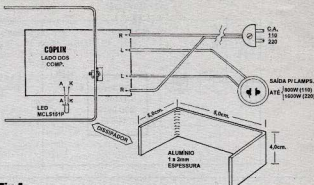

Fig.4
- FIG. 4 - CONEXÕES EXTERNAS À PLACA - CONSTRUÇÃO/INSTALAÇÃO DO DISSIPADOR DO TRIAC... - Na figura, o impresso ainda é visto pela sua face não cobrindo... Dos componentes principais do circuito, apenas o LED *pisca-pisca* não tinha sido detalhado no diagrama anterior... Ele deve ter seus terminais ligados aos pontos A-K da placa, correspondendo respectivamente ao anodo e catodo do componente... Notar que como esse LED poderá também ser usado como piloto/monitor externo à própria caixa do COPLIN, eventualmente seus terminais poderão ser ligados aos indicados pontos da placa através de pedacinhos de fio flexível isolado... Dos pontos R-R da placa saem os fios isolados, grossos, do rabicho, enquanto que dos locais L-L saem os cabos (também grossos e isolados...) que vão à tomada de saída... Não usar, nas indicadas cabagens, condutores muito finos, e muito menos *mis*, já que altas correntes e tensões estarão neles presentes, sendo então requerido um bom calibre e cuidados especiais com a isolamento... A figura mostra, ainda, a construção e a instalação do dissipador de calor para o TRIAC, incluindo as dimensões gerais do dito radiador, sua dobragem, etc. Se o caro leitor/hobbysta não quiser dar-se ao trabalho de realizar o dissipador, poderá usar um adquirido pronto, tamanho médio ou grande (mínimo de 6 alças...), porém a solução *home made* nos parece ideal, inclusive para favorecer a compactação geral da montagem, com a disposição em "U" do radiador (ocupa menos espaço do que uma peça comprada pronta...). ATENÇÃO: o dissipador metálico deve ser rigidamente preso à lapela metálica do TRIAC (com